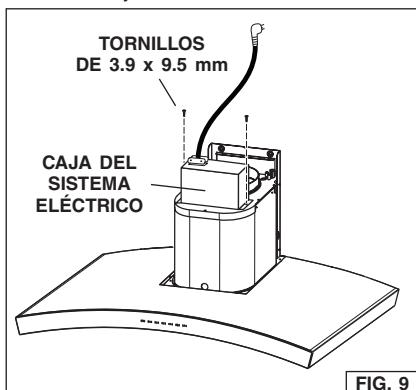

FIG. 9
- Retire la cinta de la caja del sistema eléctrico y fije con (2) tornillos de 3.9 x 9.5 mm. Fig. 9.